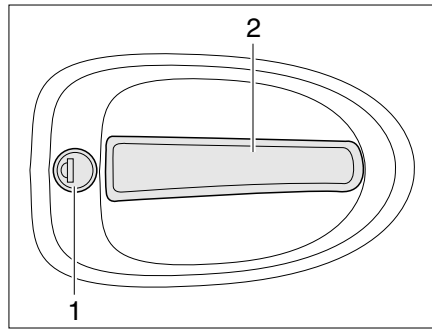

Fig. 46 Serrure de la porte cellule, à l'extérieur
- Insérer la clé dans le barillet (Fig. 46,1) et la tourner jusqu'à ce que la serrure de la porte soit déverrouillée.
- Tirer sur la poignée de la porte (Fig. 46,2). La porte est ouverte.
- Insérer la clé dans le barillet (Fig. 46,1) et la tourner jusqu'à ce que la serrure de la porte soit verrouillée.